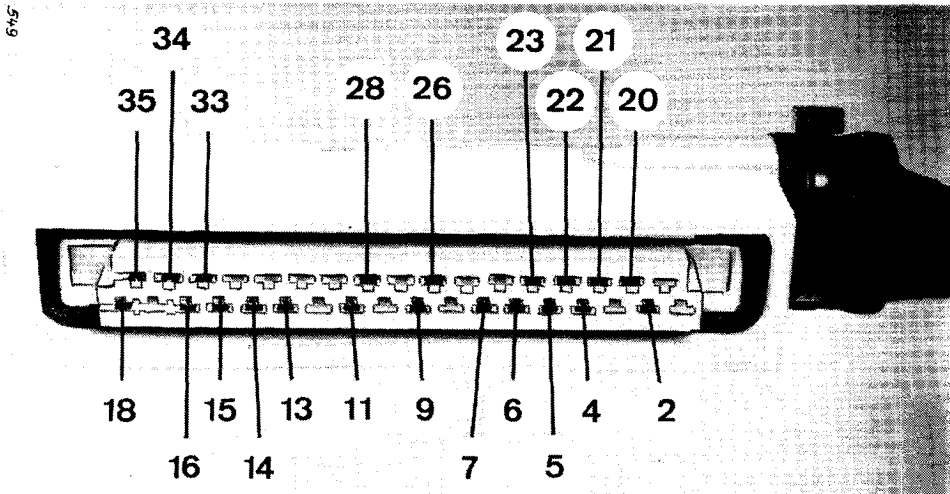
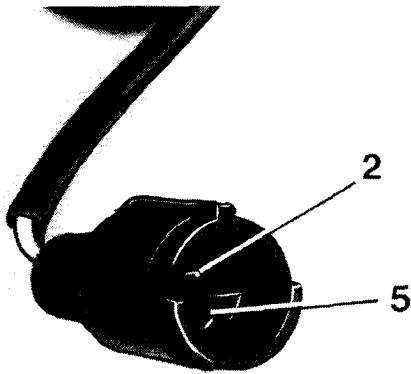
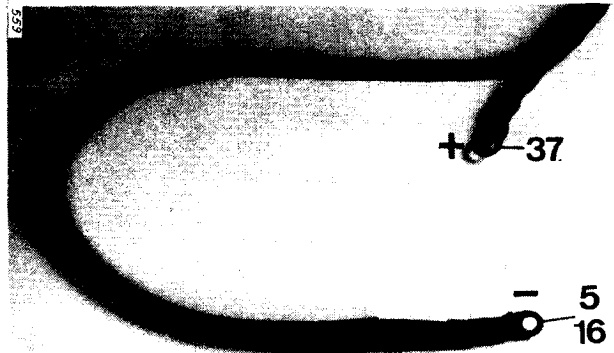

Bild 36 Kupplungsstecker für Steuergerät
Bild 37 Am Leerlaufschalter
Bild 46 An + und -
- Kabelklemmen gleicher Nummern (Bild 36 – 46) mit Ohmmeter auf Durchgang prüfen. Entsprechende Stecker abziehen.
Beispiel: Ohmmeter an Kupplungsstecker (Nr. 5) Bild 36 und Stecker für Leerlaufschalter (Nr. 5) Bild 37 oder an Batterieanschluß (Nr. 5) Bild 46. Oder an Leerlaufschalter (Nr. 5) und Batterieanschluß (Nr. 5).
(Nr. 5 siehe auch Bild 46)
Anmerkung: Sind Stecker 13 u. 38 miteinander verbunden, ist an Kupplungsstecker (Nr. 13) Bild 36 gegen Masse-Anschluß am Kabelbaum zu prüfen.
(Nr. 37 siehe auch Bild 46)
(Nr. 5 siehe auch Bild 37)